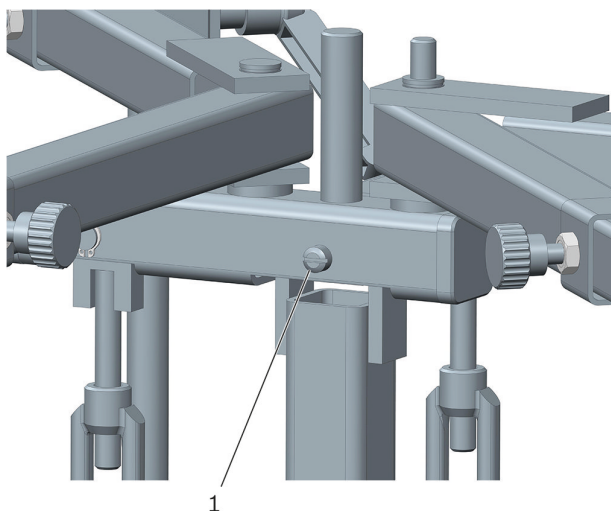

Imagen 11 Posición del tornillo del eje 1, el tornillo del eje 2 se encuentra en el lado opuesto (no visible)
- ▶ Asegúrese de que los tornillos del eje se conecten en orden (2 piezas) en el rango giratorio del soporte de caja de engranajes (vea la imagen 11).